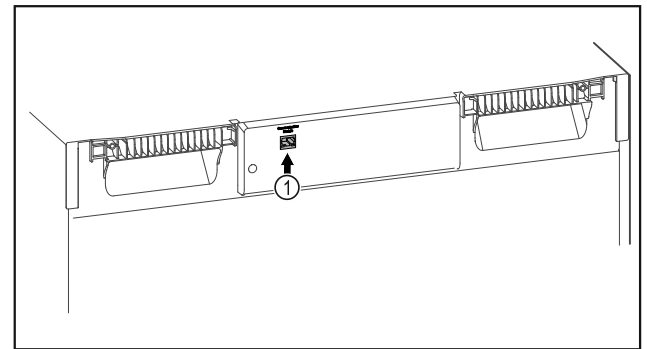

Fig. 142
- SmartModule Fig. 142 (1) is geplaatst.